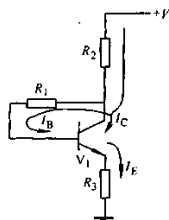

图 1-70 集电极-基极负反馈式偏置电路
(3) 集电极-基极负馈式偏置电路。如图 1-70 所示是集电极-基极负馈式偏置电路，这是 NPN 型三极管、采用正电源供电时的电路。